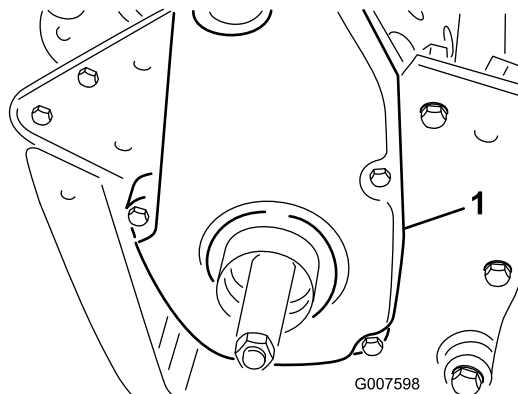

Figura 30
1. Togliete i dispositivi di fissaggio del copricinghia e il copricinghia per accedere alla cinghia (Figura 30).